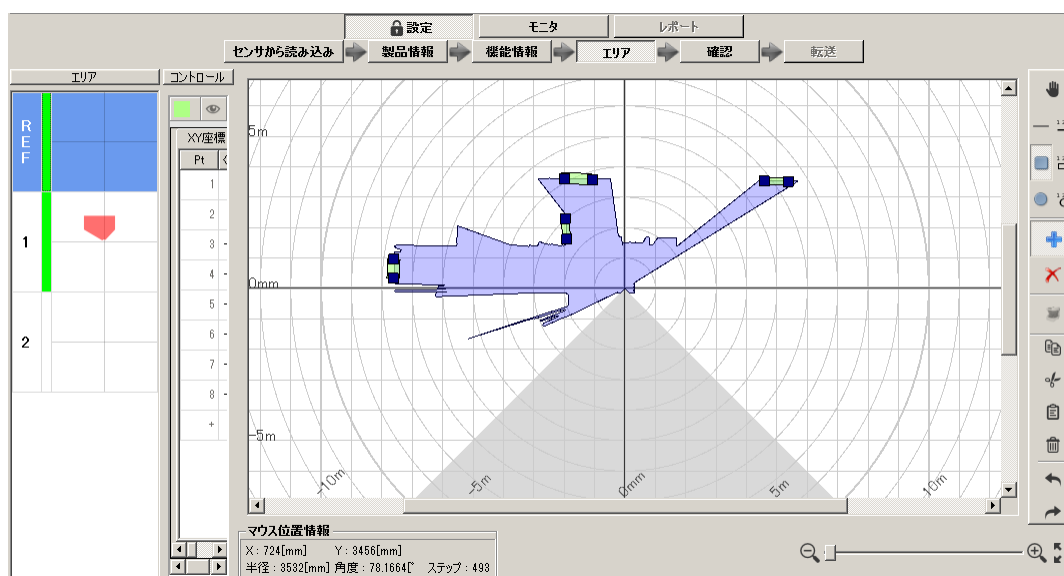

図7-49 リファレンス領域設定例
- リファレンス領域を描画するためのエリア表示画面が表示されます。図7-49に示すようエリアプレビューにも「REF」エリアが表示されます。「REF」を選択してください。
例えば、背景を参照して、センサ位置の変位をモニタする場合は、描画ツールの「直線」を選択して、マウスで背景上をドラッグすると、背景位置を中心に±許容範囲の領域がリファレンス領域になります。（図7-49参照）